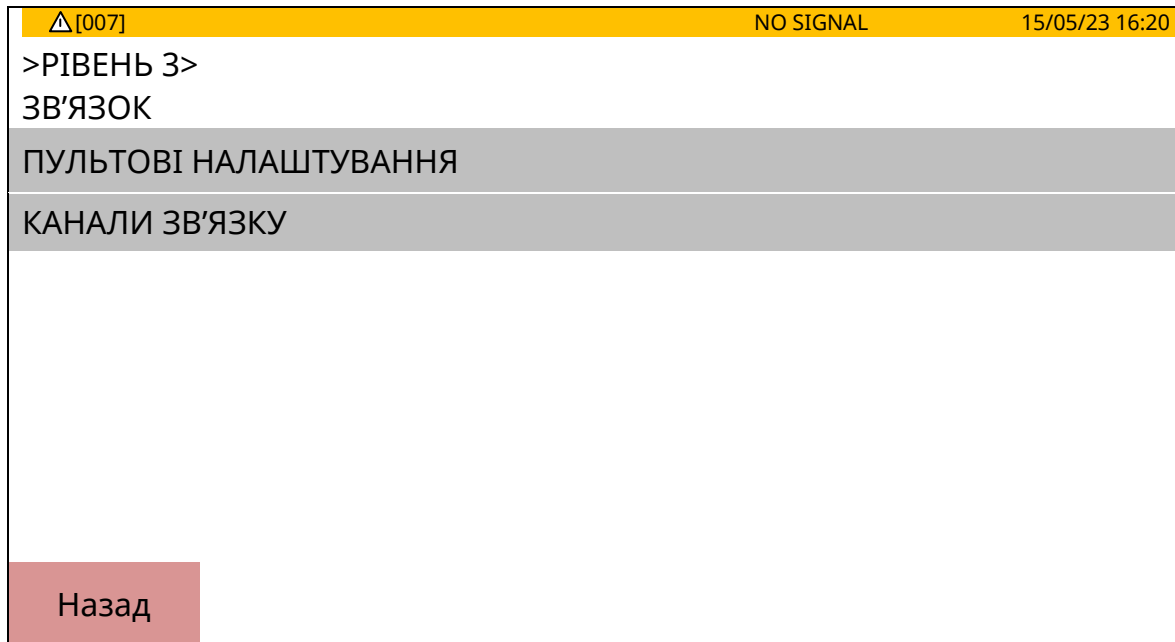

Рисунок 10.16.1 -Вікно меню «ЗВ'ЯЗОК»
10.16.1 Якщо доторкнутися до кнопки [ЗВ'ЯЗОК], відкривається вікно (рис. 10.16.1), в якому знаходяться поля [ПУЛЬТОВІ НАЛАШТУВАННЯ], [КАНАЛИ ЗВ'ЯЗКУ]. Опис застосування кнопок наведений нижче.